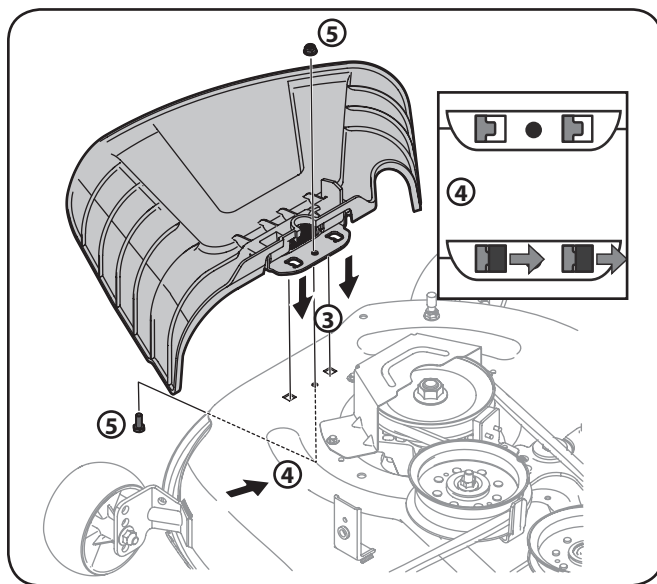

Figura 3-5
- Coloque el deflector del canal en la cubierta, asegúrese de insertar las lengüetas del deflector del canal en los orificios de la cubierta. Vea la Figura 3-5.
- Cuando las fichas se han instalado en la cubierta, deslice el deflector del canal hacia la parte trasera del tractor hasta que el orificio del perno en el deflector del canal se alinea con el agujero en la cubierta. Vea la Figura 3-5.
- Fije el deflector del canal en su lugar con la tuerca de seguridad con brida y hex extraído en el paso 2. Apriete a 102-124 pulg-lbs. Vea la Figura 3-5.